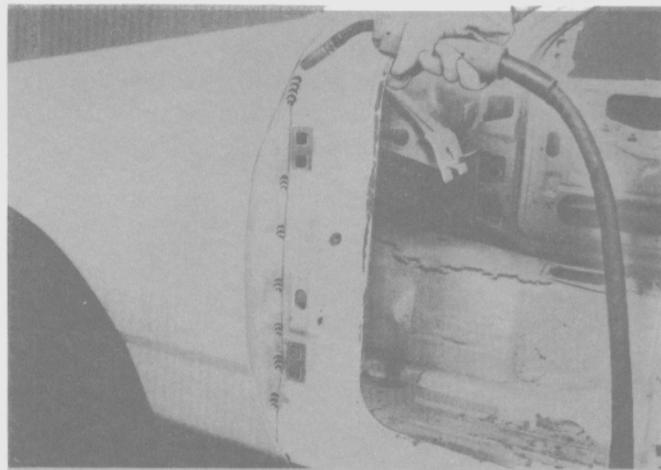

Fig. 98
- Soldar por pudelado el guardabarro al pilar "A" (Fig. 98) y aplicar compuesto sellador especial para juntas metálicas (Ver Sección 6 A de este capítulo).